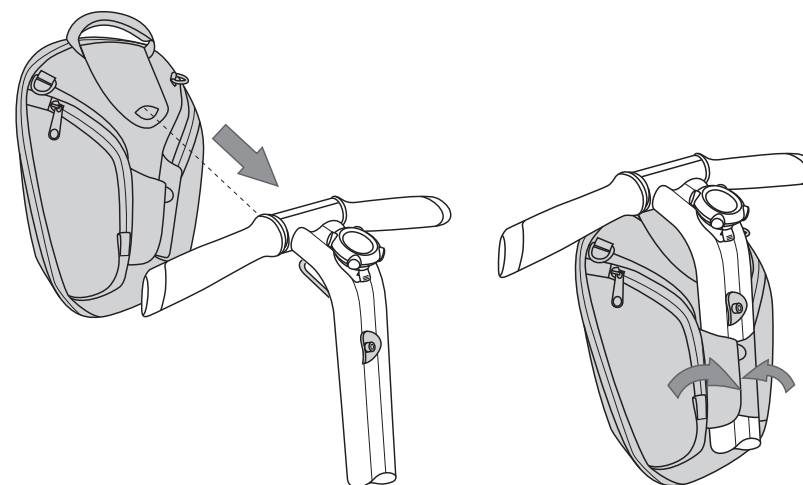

Figura 2. Installazione della sacca manubrio
6. Fare scorrere la sacca manubrio sulla staffa. Vedere la Figura 2.
8. Accertarsi che le linguette siano serrate attorno al montante LeanSteer. Vedere la Figura 2.